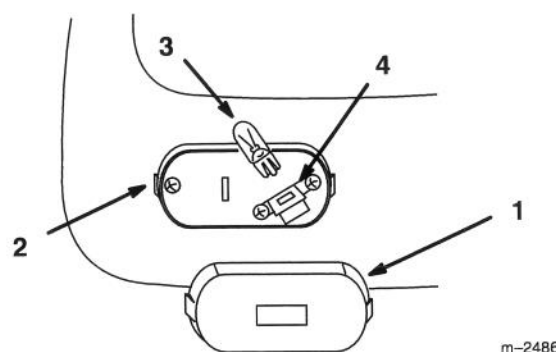

Figure 39
2. Insérer un tournevis dans la rainure et tourner pour détacher le diffuseur (Fig. 39).
1. Aligner la base de l'ampoule par rapport à la douille, et enfoncer l'ampoule en position (Fig. 39).
2. Poser le diffuseur sur son socle et appuyer pour l'encliqueter (Fig. 39).